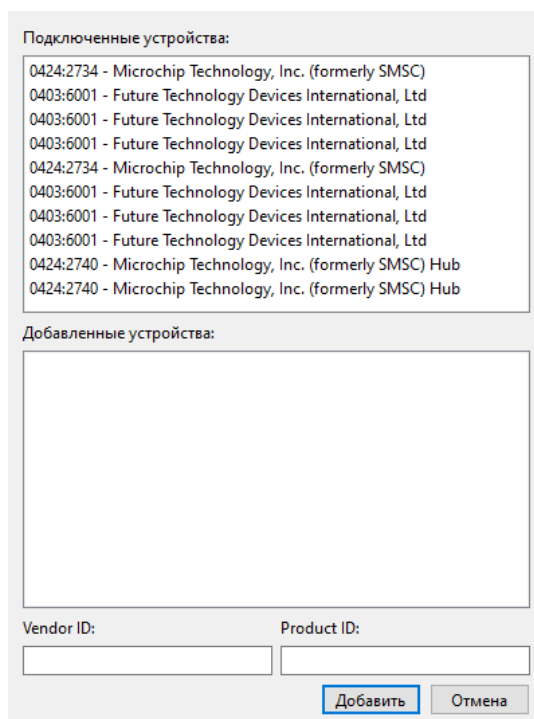

Рисунок 8 – Окно добавления доверенного USB-устройства
4.10.1 При нажатии на «Добавить доверенное USB-устройство» вызывается окно, где через указание Vendor ID и Product ID можно добавить доверенное USB-устройство (рисунок 8). Также здесь отображается список подключенных к ПЛК устройств.